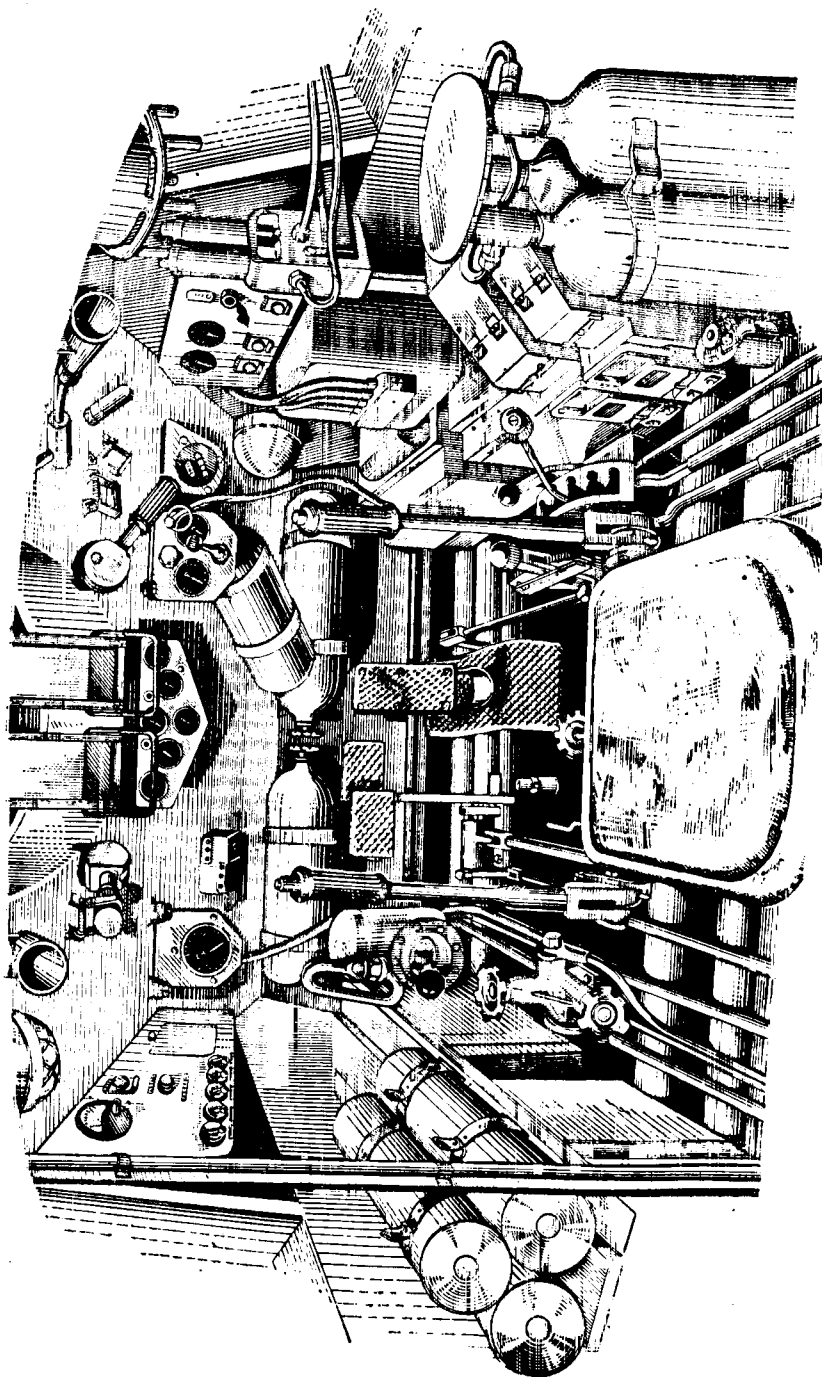

Рис. 18. Отделение управления
**Отделение управления (рис. 18.)**